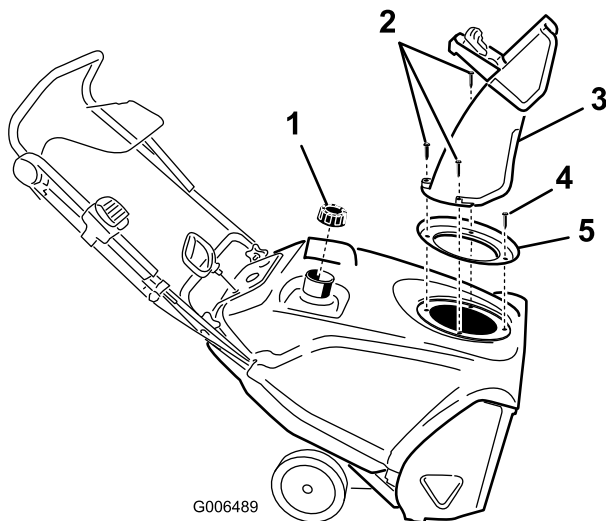

Figure 32
3. Enlevez les 3 grandes et la petite vis pour pouvoir déposer la goulotte, sa poignée et son joint (Figure 32).